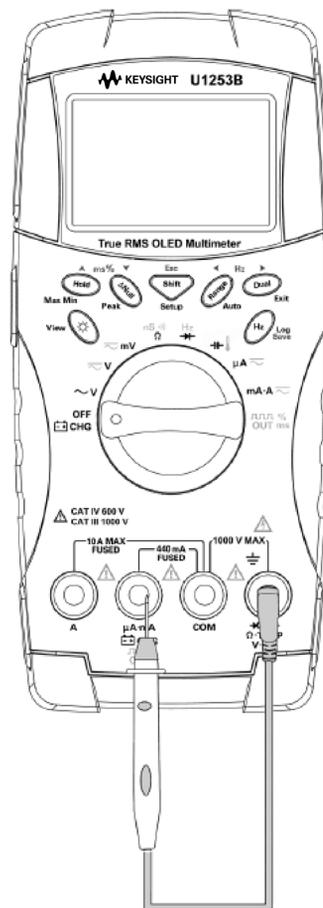

Figura 5-8 Procedure di controllo dei fusibili
- 3 Per eseguire il test del Fusibile 1, posizionare la punta della sonda di misura sulla metà destra del terminale di ingresso . Assicurarsi che la punta della sonda tocchi il metallo all'interno del terminale di ingresso, come illustrato nella Figura 5-8.